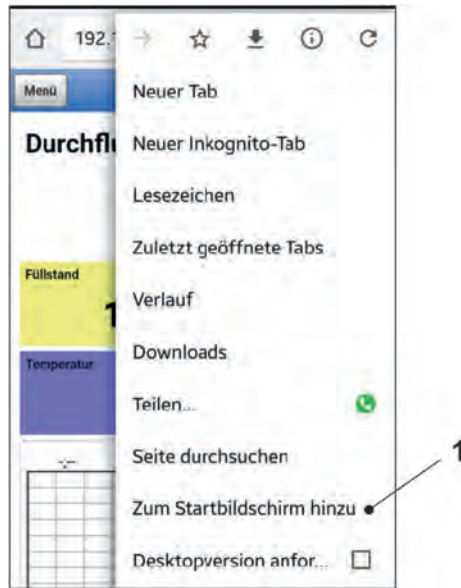

Abb. 31-7 Zum Startbildschirm hinzu
8. Zum Einrichten eines Links auf dem „Home-Bildschirm“ (für einen direkten Zugang) das Symbol für weitere Tabs (Abb. 31-6 Pos. 1) und Einstellungen antippen und „Zum Startbildschirm hinzu“ (Abb. 31-7 Pos. 1) auswählen.